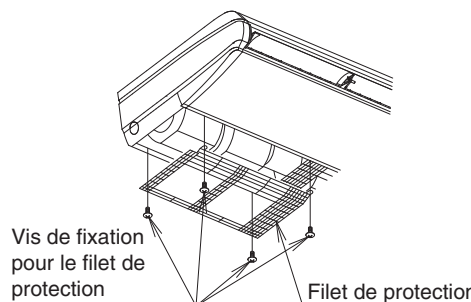
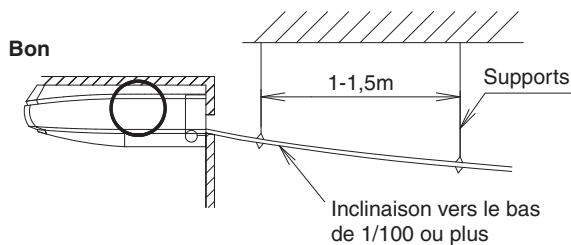

Fig. 22
Fig. 23
- Lors de la direction de la tuyauterie d'évacuation du côté arrière gauche / côté gauche, retirez le filet protecteur. Puis, retirez le capuchon de la prise d'évacuation et le matériau d'isolation appliqué sur la prise d'évacuation gauche et appliquez-le sur la prise d'évacuation droite. En même temps, insérez le bouchon de la prise d'évacuation tout le long afin d'empêcher une fuite d'eau. Après avoir installé le tuyau d'évacuation (1) (accessoire), fixez le filet protecteur en inversant les étapes pour le retirer. (Reportez-vous à la Fig. 22)
- Sélectionnez le diamètre de tuyauterie égal ou supérieur à celui du tuyau d'évacuation (1) (accessoire) (tuyauterie en polychlorure de vinyle, diamètre nominal de 20 mm, diamètre externe de 26 mm).
- Installez la tuyauterie aussi court que possible avec une inclinaison vers le bas de 1/100 ou plus en évitant la stagnation d'air. (Reportez-vous aux Fig. 23 et 24) (Cela peut causer un son anormal comme des glouglous)
- Installez des supports à une distance de 1 à 1,5 m de manière à ce que la tuyauterie ne puisse pas dévier. **(Reportez-vous à la Fig. 23)**